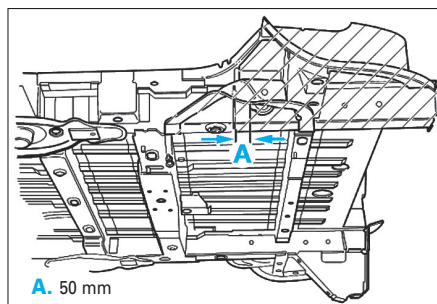

FIG. 70
- Tracer la ligne de coupe du longeron en avant du logement d'amortisseur (Fig.70).